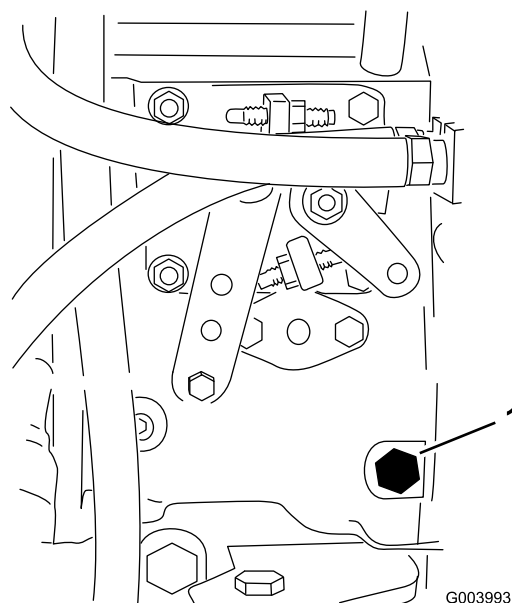

Figura 39
3. Desaperte o parafuso de purga que se encontra na bomba de injeção de combustível (Figura 39) com uma chave de 12 mm.